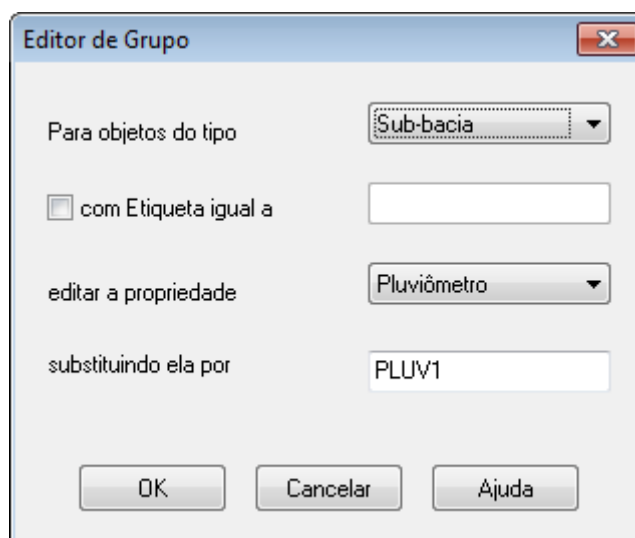

Figura 2.9 - Janela de diálogo do Editor de Grupos
2. Selecionar então a opção **Editar >> Editar Grupo** para fazer com que apareça a janela de diálogo do Editor de Grupos de Elementos, como mostra a Figura 2.9.